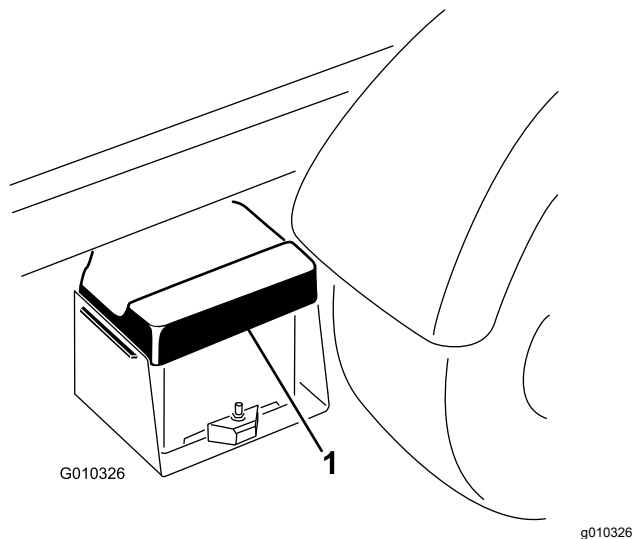

Figura 50
1. Apriete la tapa de la batería para liberar las pestañas de la base de la batería, y retire la tapa de la batería de la base de la batería (Figura 50).